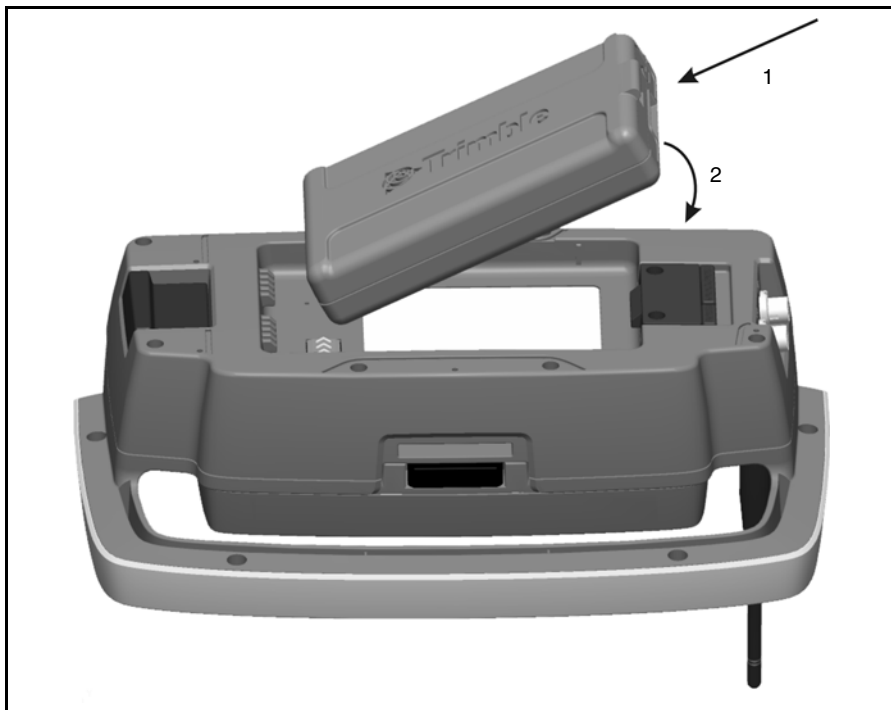

Bild 7.66 Sätta i ett batteri i robotic-hållaren
1. Passa in batteriet mot hakarna i hållaren (1).
2. Tryck batteriet ned mot hållaren tills det snäpps på plats (2). Se bild 7.66